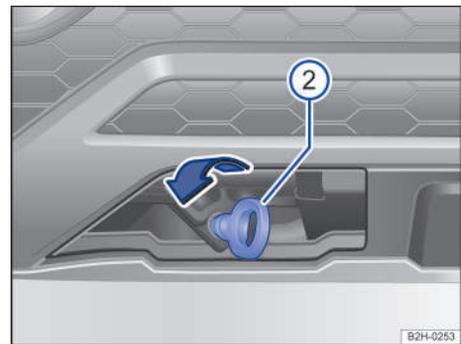

Fig. 169 En el lado derecho del paragolpes delantero: enroskar la argolla de remolque.
① Argolla de remolque
1. Enrosque la argolla de remolque en el alojamiento girándola al máximo **en el sentido de la flecha** → fig. 169 ②.
2. Utilice un objeto adecuado con el que pueda enroskar completa y fijamente la argolla de remolque en su alojamiento → ①.